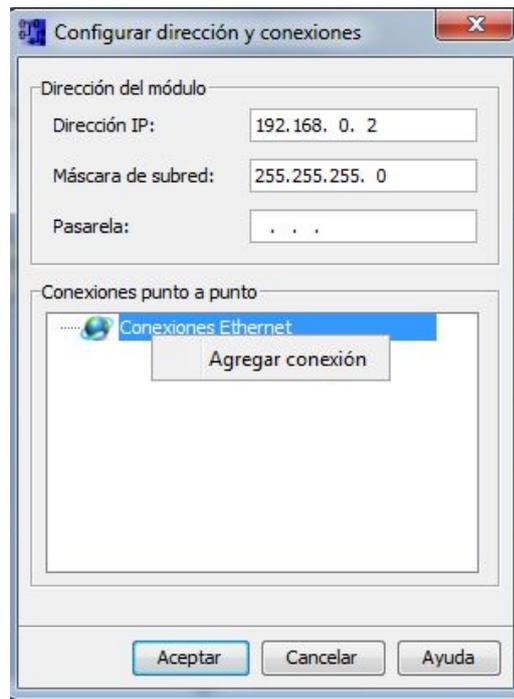

FIGURA 112: Agregar una nueva conexión.
- Dentro de conexiones punto a punto, dar clic derecho sobre conexiones Ethernet y seleccionar agregar conexión (FIGURA 112).